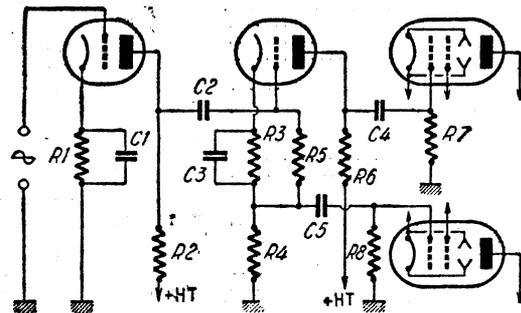

Figure 1
**PROBLEME N° 1.** — On applique une tension efficace de 0,5 volt — 5.000 périodes à l'entrée d'un amplificateur push-pull (fig. 1). Quelles sont les tensions maxima obtenues aux bornes des résistances R7 et R8, le rôle des capacités internes des tubes étant négligé ?